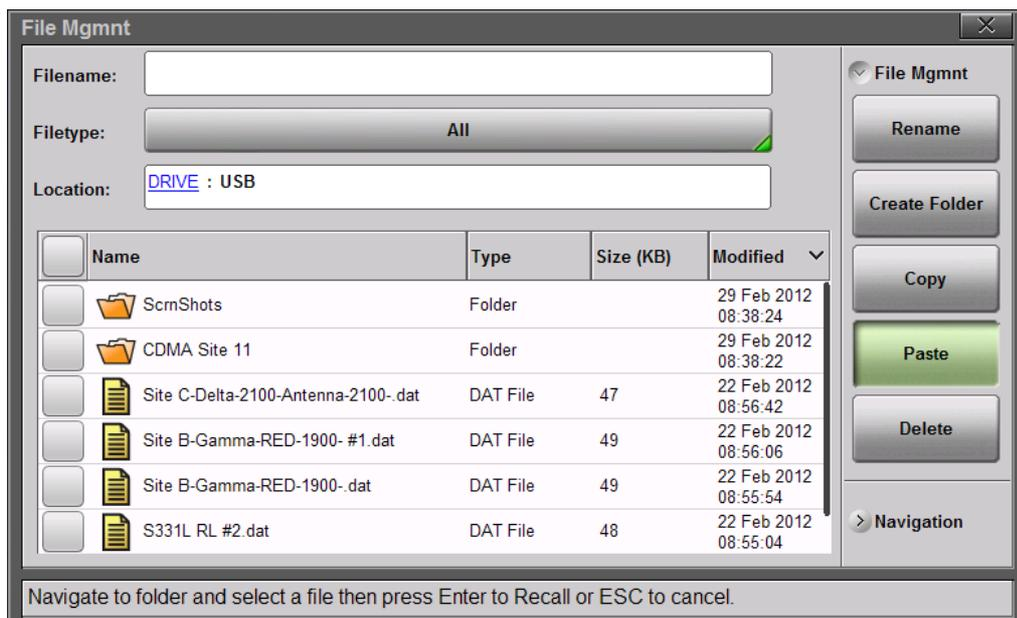

Рисунок 7-16. Файлы скопированы на внешний диск USB
6. Выберите **Paste**, чтобы скопировать выбранные файлы и папки из внутренней памяти на диск USB (рис. 7-16 на стр. 7-13).